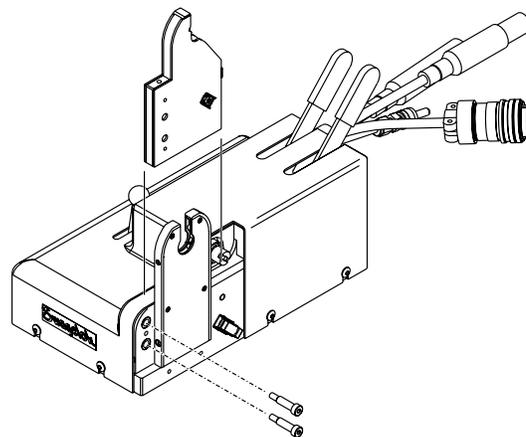

図 35：固定サイド・プレートを取り付ける
5. 固定サイド・プレートをネジで固定します。ネジを指締め位置から 1/8 ~ 1/4 回転まわして締め付けます。図 35 をご参照ください。